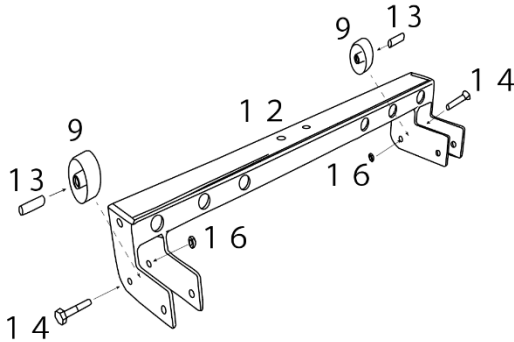

図1
- ① 9, ホイール (小) に13, ブッシュを通し、12, ベースフレームの両端に14, ボルト (中) と16, ゆるみ止めナットを使用して取り付けてください (図1参照)。